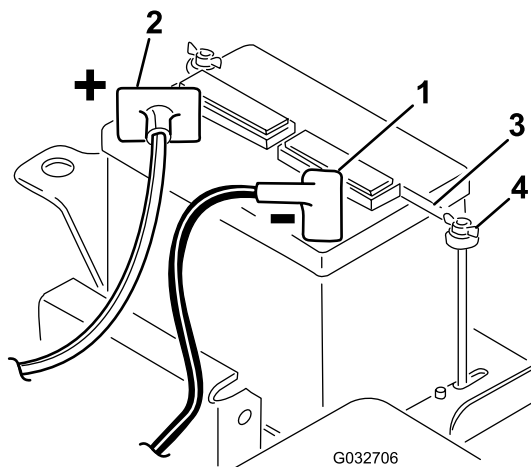

Figura 5
2. Collegate il cavo positivo (rosso) della batteria dal solenoide di avviamento al polo positivo (+) della batteria (Figura 5). Fissatela con un bullone a testa tonda e un dado.
5. Montate il morsetto di fissaggio della batteria e le rondelle e fissate con i dadi ad alette (Figura 5).